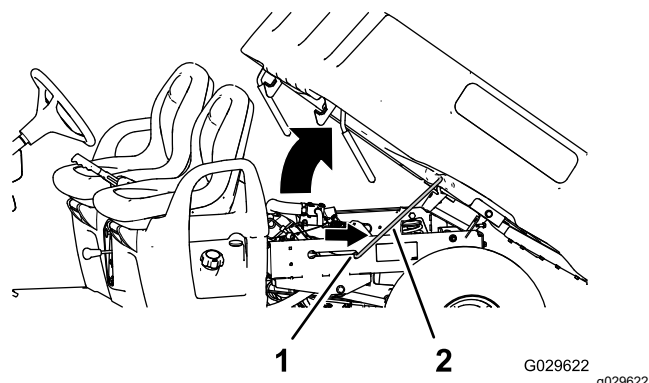

Figura 15
2. Estrarre l'asta di supporto dalla fessura di arresto (Figura 15).
3. Abbassare il pianale fino a quando non si fissa saldamente in posizione (Figura 15).
2. Tirare l'asta di supporto inserendola nella fessura di arresto per fissare il pianale (Figura 15).